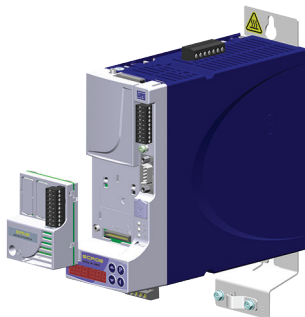

Figura 4.2: Instalación del accesorio
3. Conectar el accesorio en el slot apropiado, tal como Figura 4.2 en la página 16.